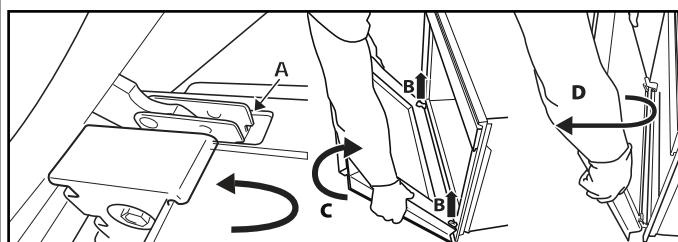

Fig. 2
3. Закройте дверцу до упора (A), поднимите (B) и поверните ее (C) так, чтобы она вышла из креплений (D) (Рис. 2).